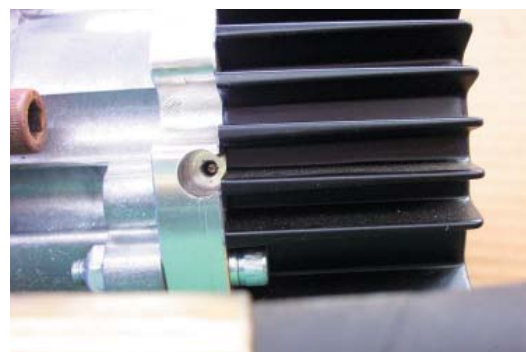

Abbildung 7
3. Die Justierschraube liegt frei und kann nun verstellt werden Siehe Abbildung 7.